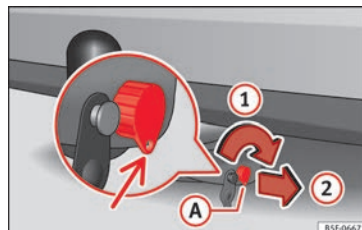

Bild 225 Låsa låset
- Vrid nyckeln **(A)** i pilens **(1)** riktning tills nyckelns del med hål når det nedsta läget » **bild 225**.